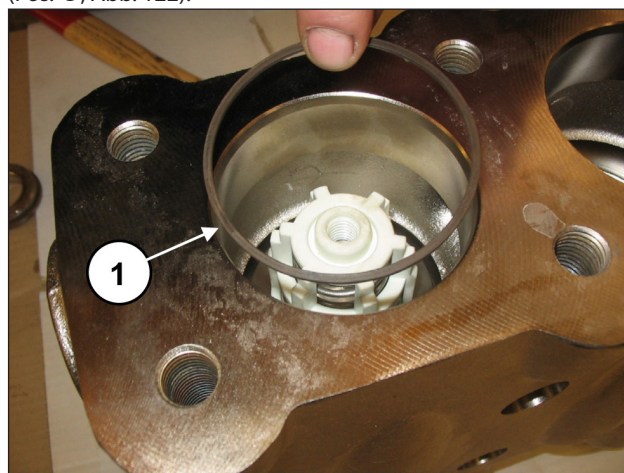

Abb. 122
Setzen Sie den Stützring ein, Pos. 16 Explosionszeichnung (Pos. ①, Abb. 122).